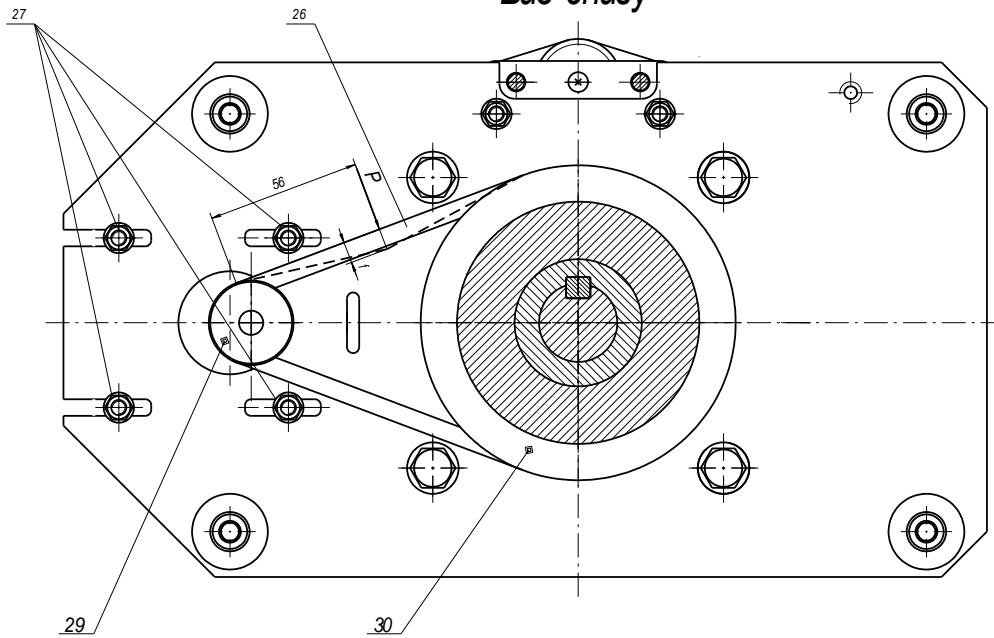

Рис.4
5.3 Электропривод турникета (см. рис.4) состоит из электродвигателя с редуктором 15, блокирующего устройства в виде электромагнитной муфты 16, оптического датчика угла поворота 17 и устройства «Антипаника» 18, размещенных на общем основании. Редуктор с помощью ременной передачи 26 соединен с выходным валом привода, на котором закреплены подвижная часть электромагнитной муфты и головка трипода с тремя штангами. Штанги фиксируются в рабочем положении с помощью подпружиненных замков
Места нанесения смазки: оси толкателя, в трипode - оси вращения штанг, - отмечены знаком «С» на рис. 4, 5.
Ослабить крепление редуктора к основанию привода (4 гайки поз.27, рис.4); ослабить затяжку контргайки, фиксирующей болт регулировки натяжения поз.28, и полностью закрутить болт. Перемещением редуктора ослабить натяжение, а затем снять клиновой ремень поз.26. Очистить клиновой ремень, пазы ведущего и ведомого шкивов поз. 29, 30, а также наружные поверхности редуктора и основания от загрязнений с помощью салфетки, смоченной спиртобензиновой смесью. Установить клиновой ремень, отрегулировать его натяжение с помощью регулировочного болта, зафиксировать регулировочный болт и редуктор. Правильность регулировки проверить при работе турникета в режиме прохода.